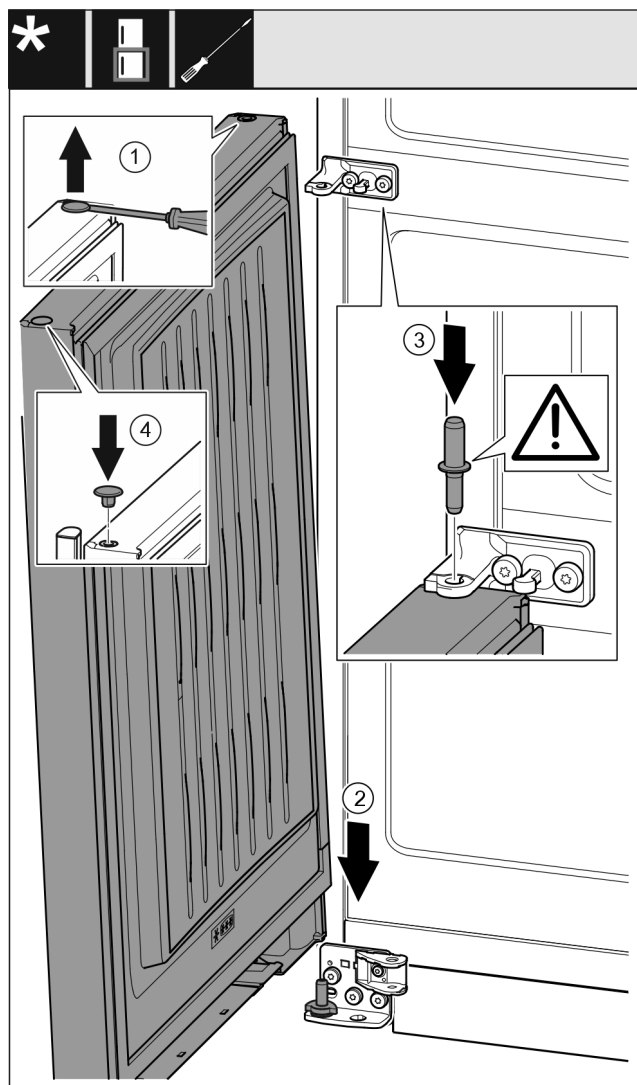

Fig. 29
- ▶ Odvijačem s ravnom glavom oprezno podignite čep Fig. 29 (1) i izvadite ga.
- ▶ Stavite vrata Fig. 29 (2) odozgo na donji svornjak ležaja.
- ▶ Umetnite srednji svornjak ležaja Fig. 29 (3) kroz srednji podložak ležaja u donja vrata. Pritom se pobrinite za to da je uskočna izbočina okrenuta prema natrag.
- ▶ Ponovno umetnite čep Fig. 29 (4) na drugu stranu vrata.